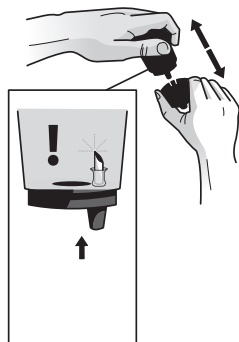

FIGURA 1
2. Limpieza del embudo – El embudo se puede retirar del receptáculo del K-Cup® Pack halando hasta que se libere (figura 1). El embudo se puede lavar en el lavaplatos. Para volver a colocar, simplemente encaje de nuevo en el ensamblaje del receptáculo del K-Cup® Pack.